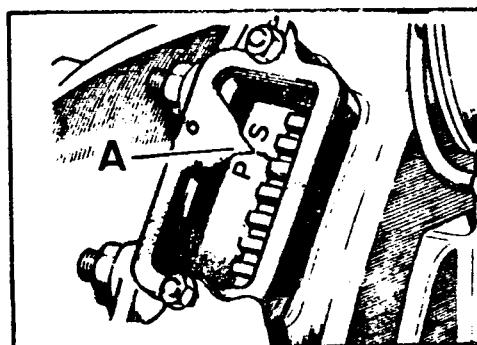

Fig. A1-85 Sincronización del punto muerto superior (P.M.S.)
- 1.9. Girar el cigüeñal en su sentido normal de trabajo (hacia la derecha) hasta que el índice de referencia para puesta a punto quede alineado con la marca del P.M.S. (ver detalle, A Fig. a1-85). Las dos válvulas del cilindro n° 1 tendrán que estar completamente cerradas, o lo que es igual, las válvulas de cilindro n° 4 en posición de "cruce". De no estar las válvulas en estas circunstancias, habría que dar al cigüeñal otra vuelta completa.